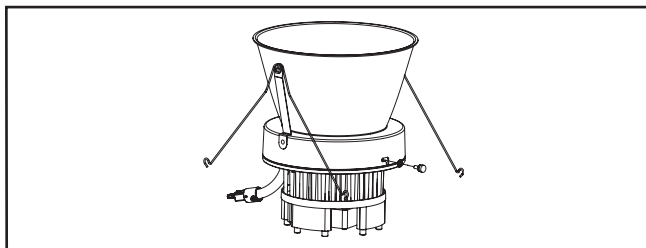

Figure 7.
4. À l'aide des vis à ailettes, attachez solidement la garniture inférieure à la DEL. Alignez la fiche d'alimentation électrique du moteur lumineux à DEL avec le connecteur du boîtier et assemblez-les. La connexion électrique est maintenant terminée (Figure 7.).